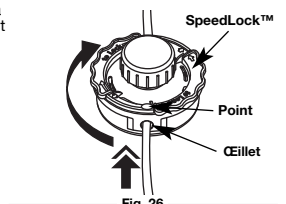

Fig. 26
5. Tout en maintenant la bobine externe en place, tirez sur le SpeedLock™ dans la direction opposée à la bobine externe et tournez-le dans le sens des aiguilles d'une montre jusqu'à ce que le point soit aligné avec l'œillet ou jusqu'à ce qu'il soit fixe (Fig. 26).